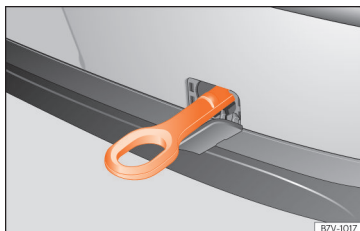

Abb. 57 Auf der rechten Seite des hinteren Stoßfängers: eingeschraubte Abschleppöse.
Die Abschleppöse wird in die hinter einer Abdeckung auf der rechten Seite des hinteren Stoßfängers befindliche Aufnahme eingeschraubt »» Abb. 57.
- Drücken Sie auf den oberen Bereich der Abdeckung »» Abb. 57 und klinken Sie diese aus.